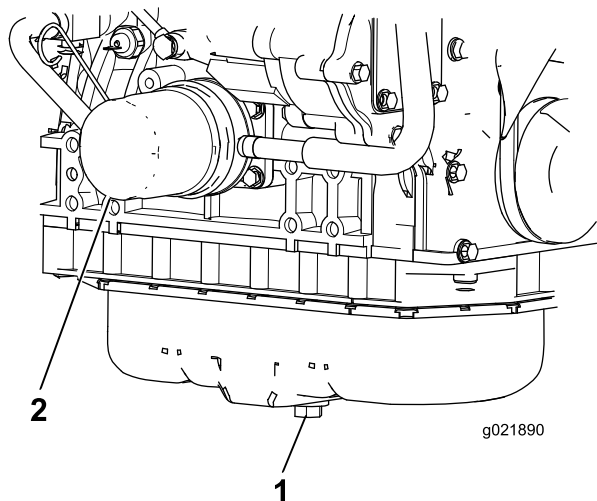

Figura 56
1. Togliete il tappo di spurgo (Figura 56) e lasciate defluire l'olio in una bacinella. Quando tutto l'olio cessa di defluire, rimontate il tappo.
2. Togliete il filtro dell'olio (Figura 56). Applicare un velo di olio pulito sulla tenuta del nuovo filtro prima di avvitare. **Non serrate troppo.**